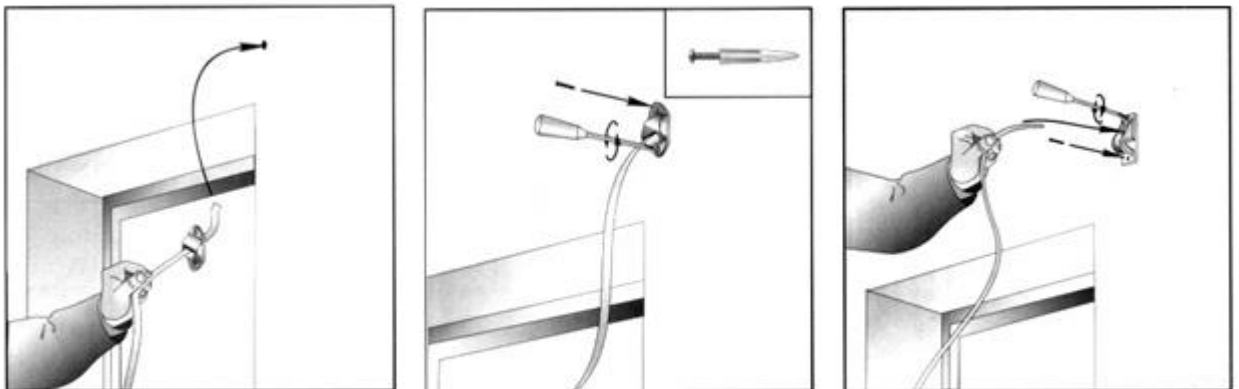

Рис. 17. Заправка ленты или троса через стену.
20. Заправить ленту или трос в соответствующие направляющие (рис. 17).